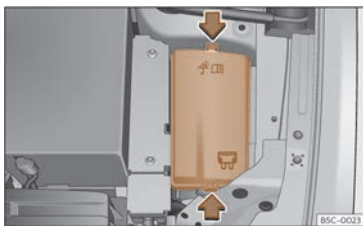

Fig. 211 Al compartiment del motor: tapa de la caixa de fusibles.
- Premeu les pestanyes de bloqueig per desbloquejar la tapa de la caixa de fusibles >>> **fig. 211**.